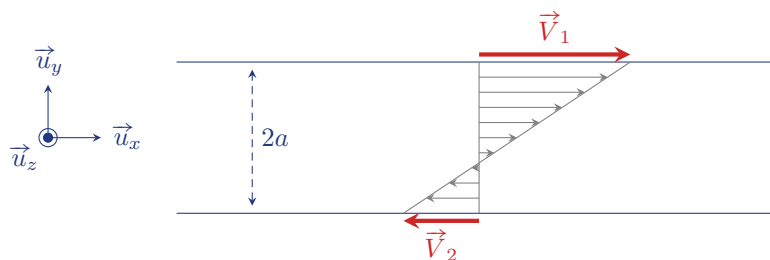

Figure 1 – Champ des vitesses de l'écoulement de Couette plan.
- 1 Lignes de courant : droites selon \vec{u}_x . Champ de vitesse dessiné sur la figure 1.